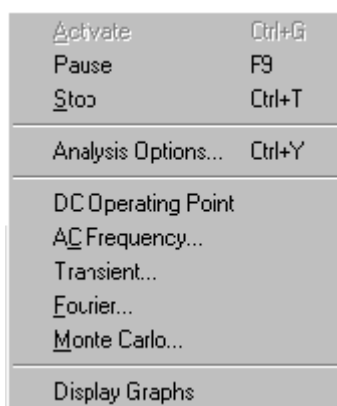

Рис. 26. Окно меню *Analysis*
Обозначения приведенные на рис. 26:
**Команда *DC Operating Point* меню *Analysis*** (рис. 26) запускает расчет режима по постоянному току (в режиме по постоянному току *DC* из моделируемой схемы исключаются все конденсаторы и закорачиваются все индуктивности). На экране появляется окно *Analysis Graphs*, закладка *DC Bias* (рис. 32).
**Команда *AC Frequency* меню *Analysis*** (рис. 26) запускает режим расчета частотных характеристик.